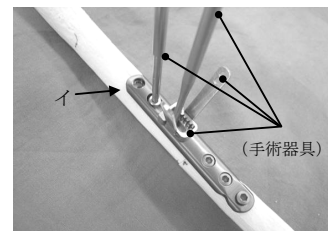

図 4
- ② 2 つの長穴部の骨にスクリューを固定するためのドリリングを行い、プレートがスライドできる程度に長穴部にスクリュー（OSR2-CS-3.5）を仮固定する。
- ③ スクリューを仮固定していない側の長穴にプレート移動調整器具を装着し、その器具を操作することによりプレートを移動させ、プレートの固定位置を調節した後、上記②で仮固定した長穴部のスクリューを固定する（図 4）。
- ④ 長穴部に隣接する 1 つの丸穴部（図 4 のイ）をドリリングし、ロッキングスクリュー（OSR2-LS-3.5）で固定する。
- ⑤ プレート移動調整器具を使用した側の長穴部をスクリュー（OSR2-CS-3.5）で固定する。